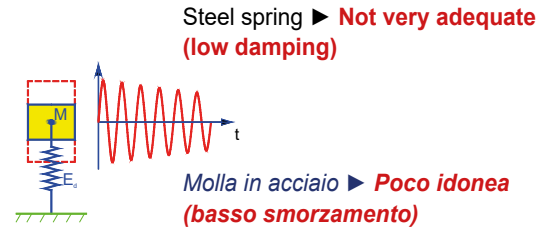
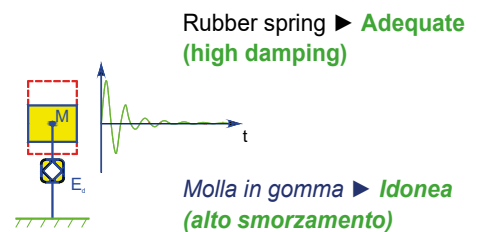

Fig.1
Fig.2
Furthermore to this mechanical problems vibrations can also affect physically the operator near the machine anytime he is within the range of noising frequencies: 1-2 Hz: light; 2-20 Hz: medium; 20-1000 Hz: high. Vibrations absorption happens when natural frequency is lower than its excitation frequency. In order to lower the natural frequency of the system you have to act on the mass (M) or the elasticity (Ed); this can be done with steel springs (Fig.1) with insufficient results or with VIB anti-damping supports (Fig.2) that, thank you the construction with special rubber, make them ideal for these application. Anti-damping supports are working efficiently when they can be deformed by the load of the plant which needs to be insulated thus maintaining proper balance between stiffness and looseness: when the support is too rigid it cannot avoid the propagation of vibrations, but when too loose, the machine would oscillate excessively. VIB supports can absorb the vibrations of the machine but are also ideal to insulate the plant (example: a measuring device) from vibrations coming from the surrounding environment.
Le vibrazioni provenienti dagli organi in movimento all'interno delle macchine (es. motore) sono dannose, perché danno origine a molti sgradevoli inconvenienti funzionali, quali: precoce usura dei componenti, deformazione delle carpenterie e traslazione delle macchine. Le vibrazioni sono anche nocive per gli operatori che agiscono nelle vicinanze della macchina, perché potrebbero comportare dei disturbi fisici se interessati da particolari campi di frequenze disturbanti: 1-2 Hz: leggere; 2-20 Hz: medie; 20-1000 Hz: elevate. L'isolamento delle vibrazioni lo si ottiene quando la frequenza naturale del sistema è minore di quella che lo mette in eccitazione. Per diminuire la frequenza naturale del sistema si deve agire sulla massa (M) o sull'elasticità (Ed); questo lo si può fare con le molle in acciaio (Fig.1) con scarsi risultati oppure con i supporti antivibranti VIB (Fig.2) che, risulta essere il prodotto più indicato ed affidabile.